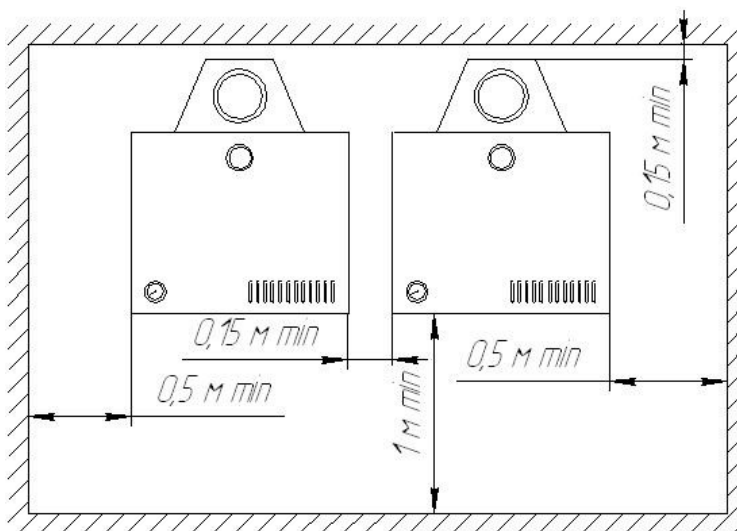

Рис.3
5.4 Котёл /котлы/ устанавливаются в помещении с обязательным обеспечением необходимых для обслуживания и ремонта расстояний в соответствии с рис. 3 /вид сверху/.